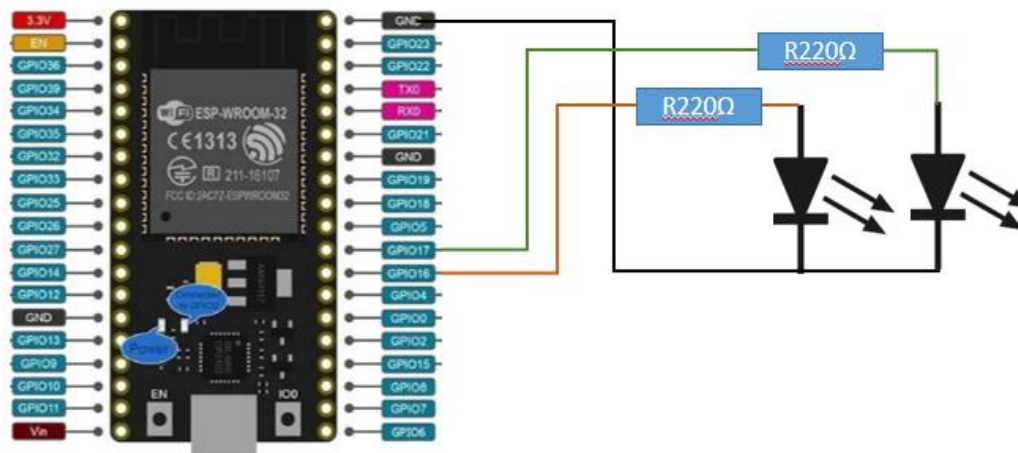

Ilustración 6.2 – Diagrama a implementar
6.1 Implementar el circuito del diagrama que se muestra en la *Ilustración 6.2*